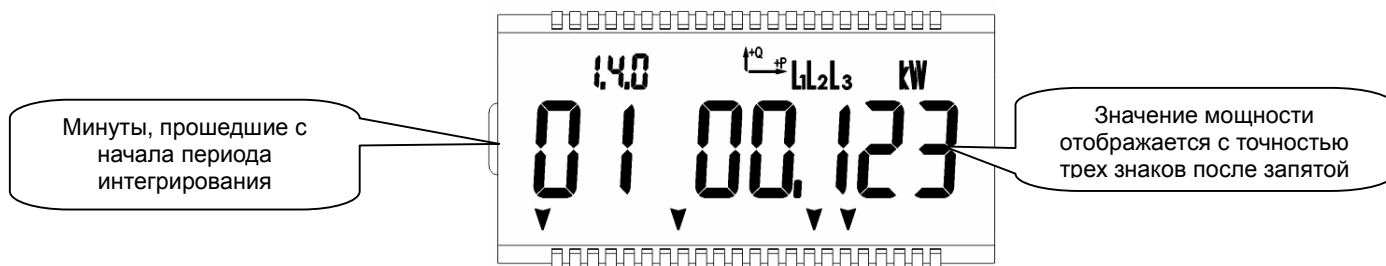
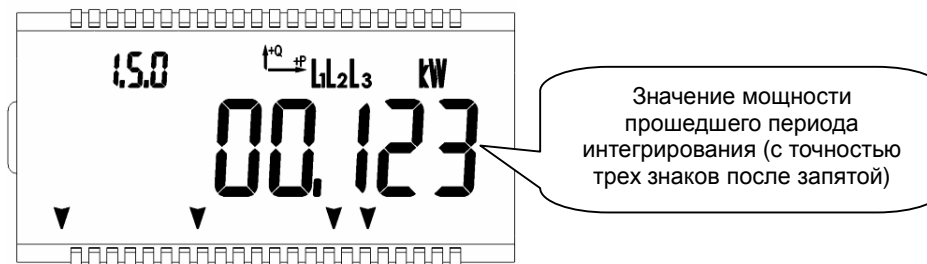

Рис. 11: Отображение мощности текущего периода интегрирования
Рис. 12: Отображение мощности прошедшего периода интегрирования
Значения активной мощности отображаются в кВт (kW) или МВт (MW) (значения реактивной мощности – квар (kvar), Мвар (Mvar)) с тремя знаками после запятой (см. Рис. 11). Кроме того, значение мощности текущего периода интегрирования отображается вместе с минутами прошедшими от начала периода интегрирования (см. Рис. 12).